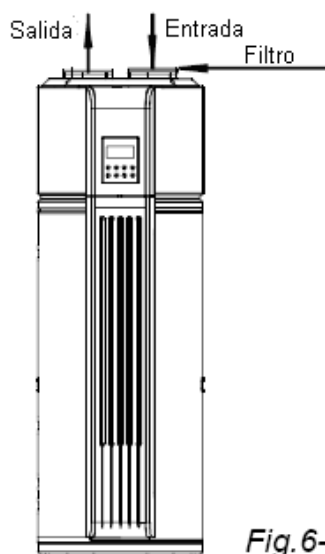

Fig.6-9
- Instalación del filtro en la entrada de aire de la unidad. Con respecto a la conexión del conducto de lona, el filtro se debe instalar justo en la entrada de aire del conducto. (Fig.6-9/6-10)